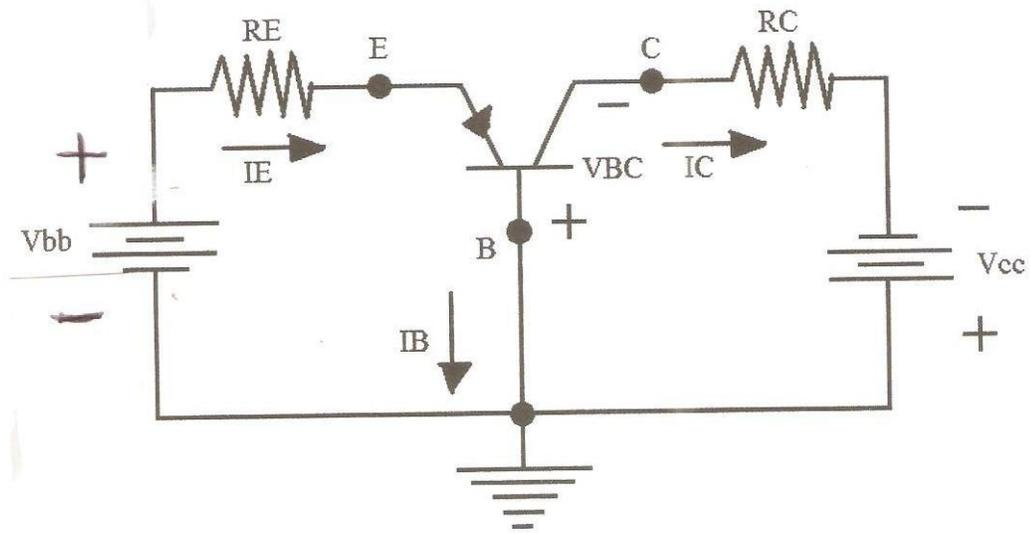

Figura 4-6. Circuito amplificador de base común con transistor PNP
En esta configuración, la terminal de la base es común a los lados de entrada (emisor) y salida (colector), y generalmente se conecta a un potencial de tierra (o se encuentra más cercana a este potencial). Esta configuración se indica en la figura 4-6. La fuente de voltaje V_{BB} ofrece polarización directa a la unión B-E y controla la corriente del emisor I_E .
- Realiza un montaje para un transistor tipo PNP, como el de la figura 4-6, y mide las corrientes de base, emisor y colector.